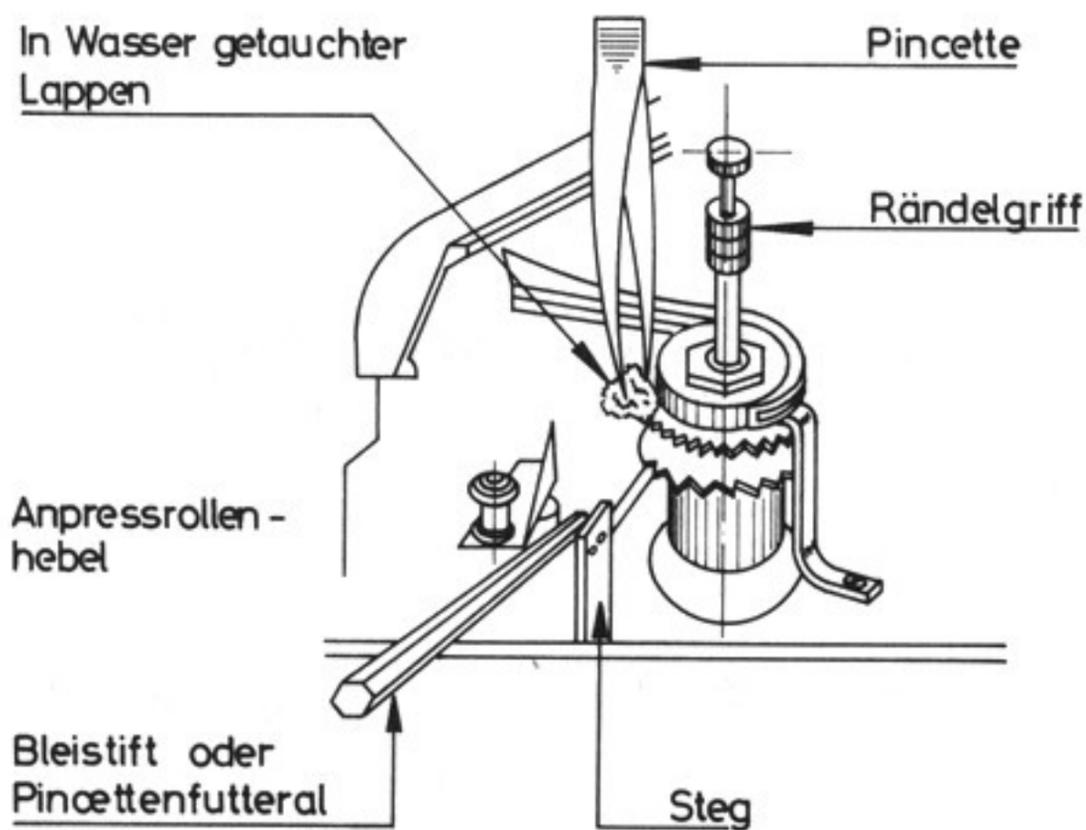

Fig 28
4. Entfernen festklebender Papierstreifen (Fig 28)